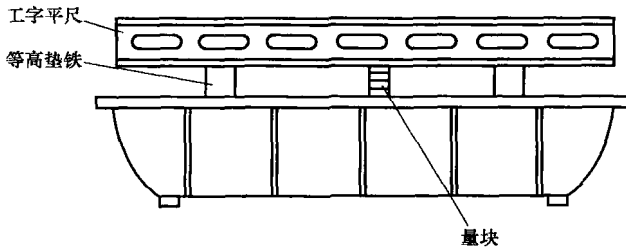

图 1-13 塞入法
(4) 塞入法 平板上安放两个等高垫铁，平尺放置在等高垫铁上。平板面与平尺面之间塞入量块，如图 1-13 所示。其平尺所放的位置与透光法、配研法相同。这种方法可以测量出平面度误差值小于 0.01mm 的情况。